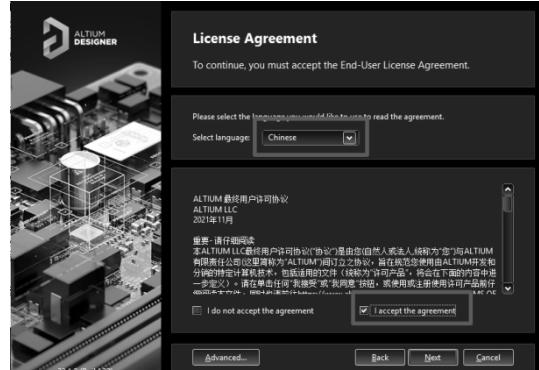

图 2-2 注册协议对话框
(2) 单击该安装向导对话框中的“Next”按钮，显示如图 2-2 所示的“License Agreement”注册协议对话框。安装语言可以选择英文、中文及日文。